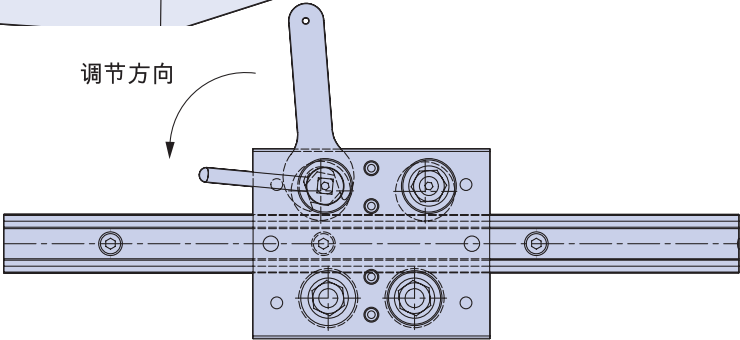

图 5.4 轴承调节的方向。
5.4 承载滑座上用于必要的偏心轴承调节旋转的偏移孔如图 5.4 中的箭头方向所指。更多详细信息，请参见 58 PRT2 目录。